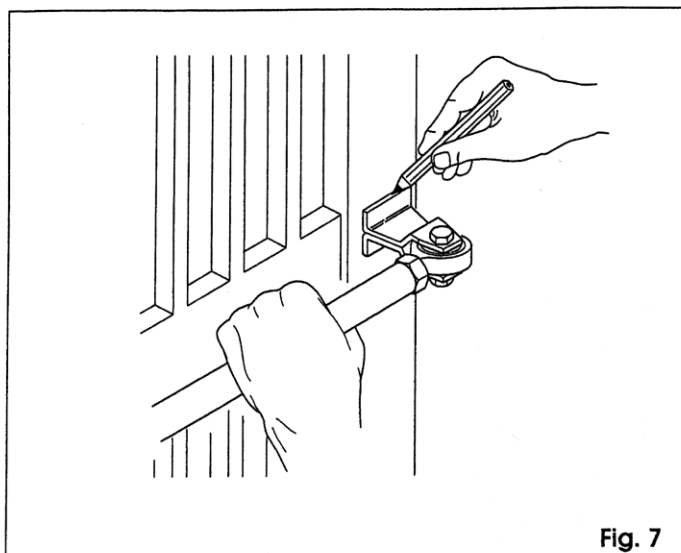

Fig. 7
- 8) Zamknąć skrzydła bramy i trzymając siłownik dokładnie poziomo, określić na skrzydle położenie przyłącza przedniego (rys.7)